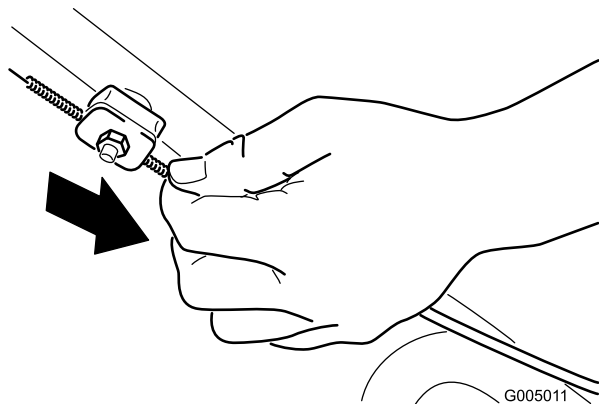

Figura 38
2. Abbassare la guaina del cavo (verso il tosaerba) fino a tendere il cavo (Figura 38).